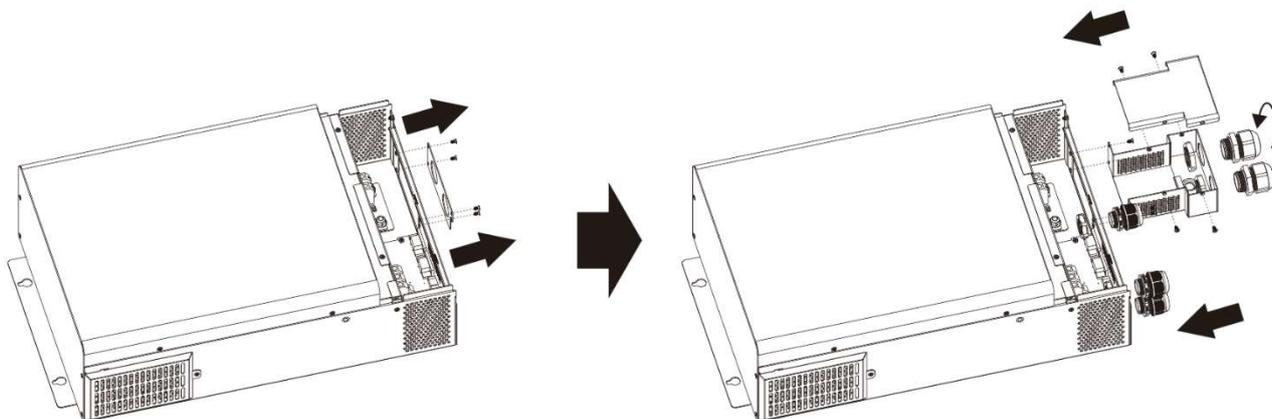

Fig. 3 : Installation des presse-étoupes et d'une boîte d'extension de câblage de batterie
1. Enlever la façade en enlevant 4 vis (**Fig. 3**, gauche).
2. Assemblez le boîtier d'extension du câblage de la batterie et montez-le à la place de la plaque frontale (**Fig. 3**, à droite) avec des vis.
3. Installez les 5 presse-étoupes inclus (**Fig. 3**, à droite).